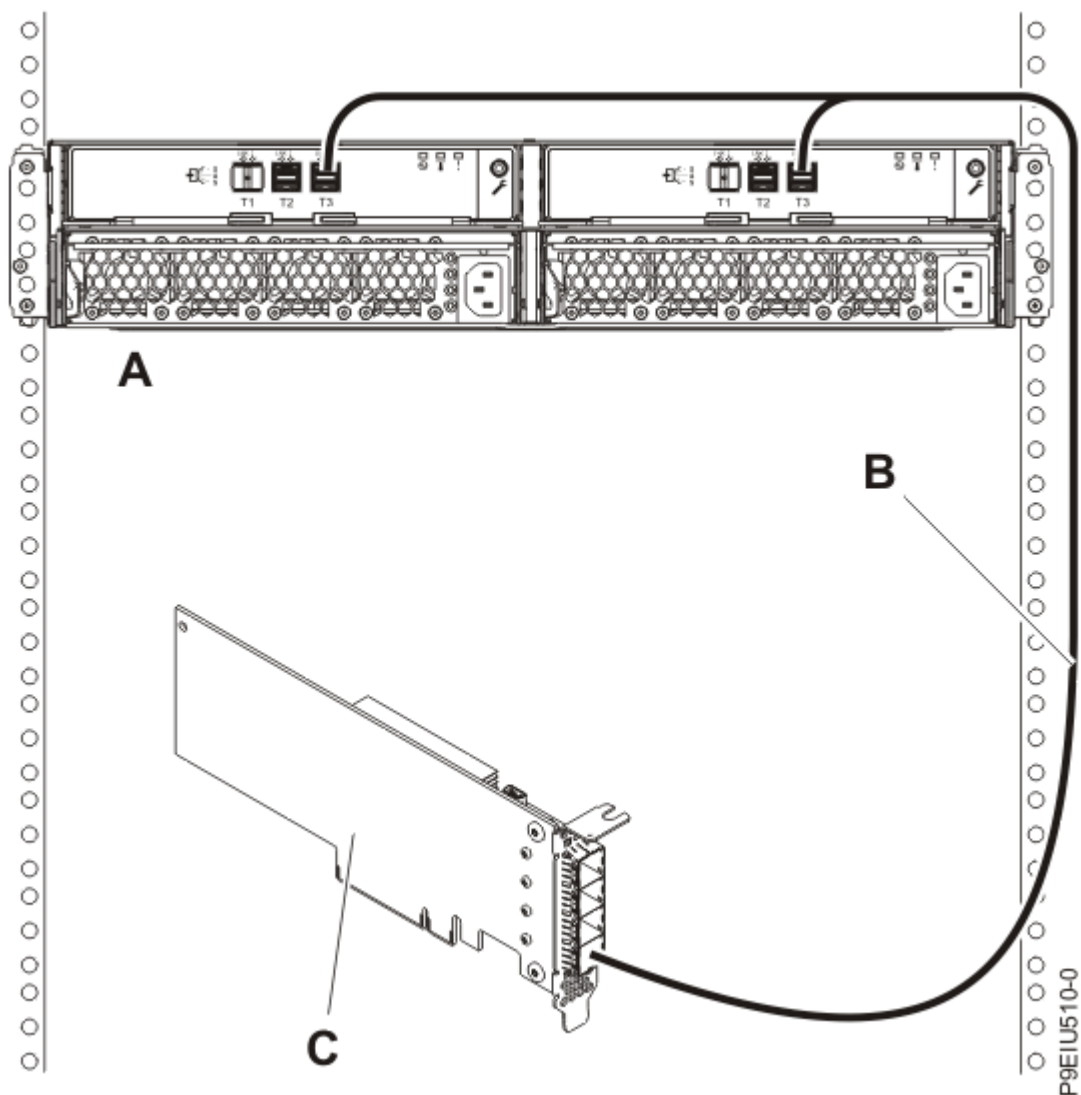

Figura 13. Conexiune mod 1 a unui incinta de stocare ESLS prin utilizarea unui cablu YO12 la un adaptor SAS FC EJ0J, FC EJ0K sau FC EJ0M
13. Apoi, finalizați o conexiune mod 1 a unei incinte **(A)** utilizând un cablu YO12 **(B)** la un singur adaptor SAS FC EJ0J, FC EJ0K sau FC EJ0M **(C)**, după cum se arată în Figura 13 la pagina 18, și apoi continuați cu “Conectarea cablurilor și cordoanelor de alimentare și instalarea capacelor” la pagina 29.